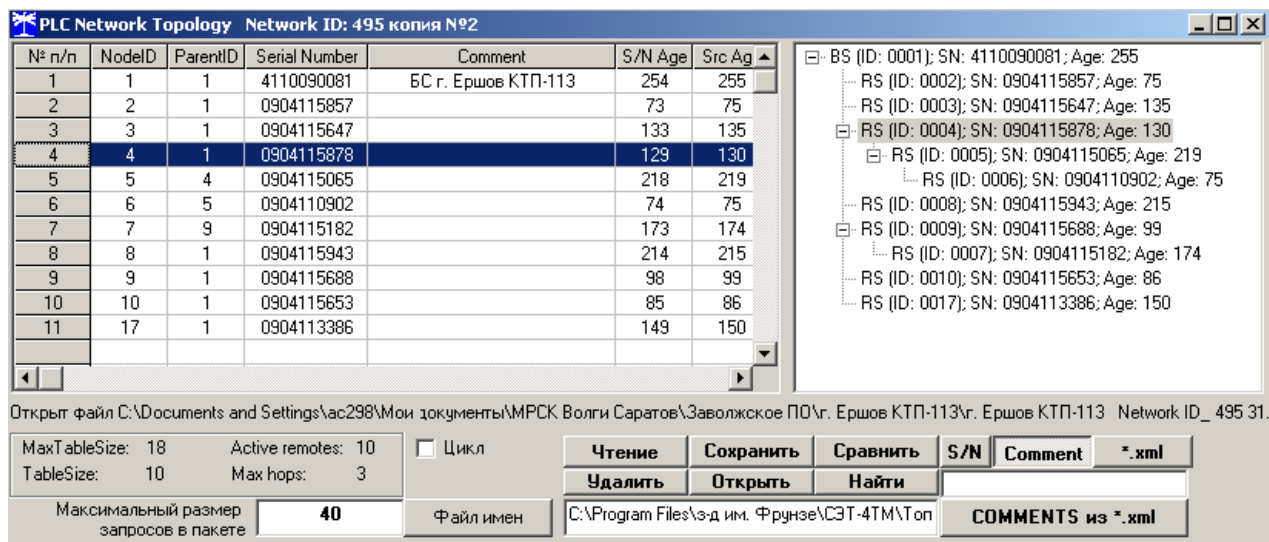

Рисунок 52 – Форма «Топология PLC сети»
26.1.22 В левой части таблицы (рисунок 52) перечислены идентификаторы удаленных модемов (NodeID, короткие сетевые адреса), которые им были присвоены базовой станцией в момент первого подключения, идентификаторы ретрансляторов (ParentID), через которые удаленные модемы подключаются к базовой станции, и серийные номера (расширенные адреса) удаленных модемов. Кроме того, в левой части таблицы приведены параметры S/N Age и Src Age, характеризующие время жизни соединения. Оба этих параметра должны быть одинаковыми или отличаться на 1-4 единицы. Если оба параметра или Src Age равны нулю, то это означает, что удаленный модем не подтвердил свое подключение к базовой станции в течение установленного времени.
26.1.23 В правой части таблицы (рисунок 52) представлена топология сети в виде дерева, из которой визуально можно определить, каким образом удаленные модемы подключены к BS. Так модем с ID=006 находится на расстоянии трех хопов от базовой станции и подключен к ней через два ретранслятора с ID=005 и ID=004.